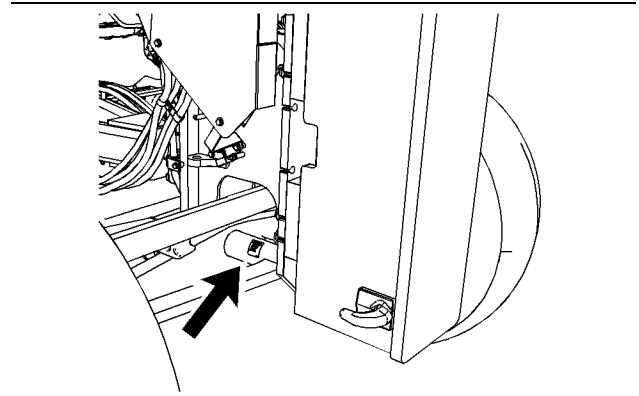

Ilustración 95
7. Instale cuatro cables de amarre en la parte delantera de la máquina. El tubo del eje delantero se usa como el punto de amarre delantero. Los amarres están identificados con una etiqueta que muestra una posición de amarre. Consulte la ilustración 95 .